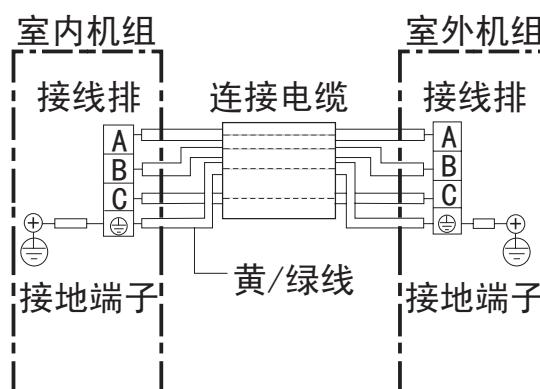

图27
(1) 用附件⑧连接电缆按接线图示要求正确地连接室内外机组，绝对不可连接错误（如图27）
(2) 连接电缆必须用室内外机组上的电线压板压紧。
- 接地线必须根据图27所示用连接电缆中黄/绿色导线接至带有“ \ominus ”标记的接线端子上。